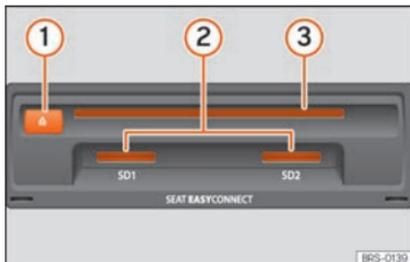

Abb. 224 Datenträger-Einschübe im Handschuhfach.
- CD oder DVD so weit in den DVD-Schacht »» **Abb. 224** ③ einschieben, bis sie automatisch eingezogen wird.
nach oben (Kontaktflächen nach unten) in den Speicherschacht »» **Abb. 224** ② oder »» **Abb. 199** ⑨ einschieben, bis sie einrastet.